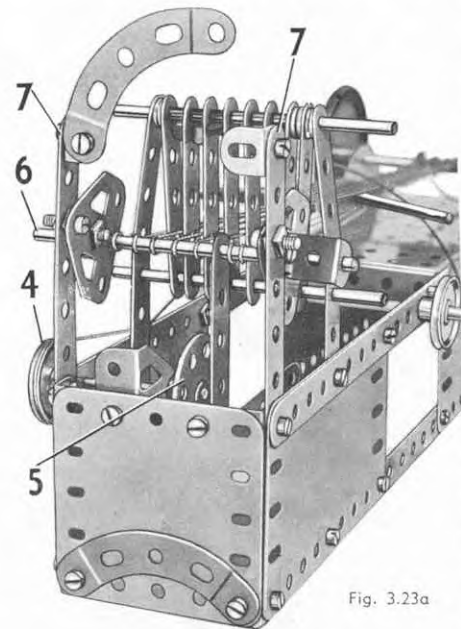

Fig. 3.23a
Cet intéressant modèle est destiné à démontrer le principe du tissage à la main. La base est formée de deux bandes de 25 trous (1) boulonnées sur une plaque à rebords et dont les extrémités sont réunies par une bande coudée de 60x12 mm. Deux plaques flexibles de 14x6 cm. et deux de 11,5x6 cm. sont boulonnées sur les bandes et réunies à leurs extrémités inférieures par les bandes de 11 trous (2). Les bandes de 11 trous (3) forment un support pour le harnais qui consiste en huit bandes de 5 trous soutenues par deux triangles de 9 cm. Les bandes sont séparées les unes des autres par des clavettes et des rondelles placées entre ces bandes sur la tringle supérieure (fig. 3.23a).